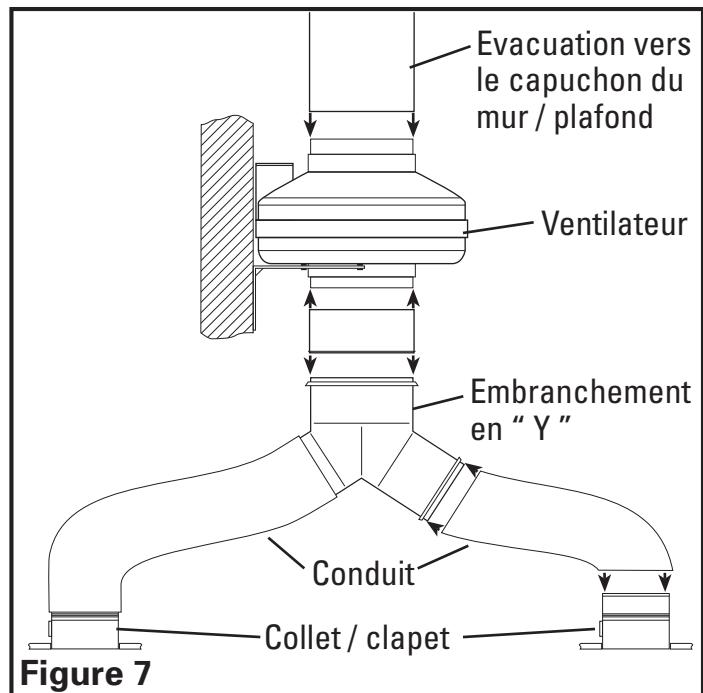

Figure 7
1. Raccordez une extrémité du conduit (non inclus) au collet / clapet au niveau de la pièce et l'autre extrémité à l'embranchement en "Y". Fixez les deux extrémités en place en utilisant du ruban ou un serre-joint afin de créer un joint aussi étanche que possible. Répétez cette étape pour le châssis de la grille de l'autre pièce (**Figure 7**).
2. Raccordez une extrémité du conduit à la partie supérieure de l'embranchement en "Y" et l'autre extrémité à la prise d'entrée du ventilateur (**Figure 7**).
3. Raccordez une extrémité du conduit à l'évacuation du ventilateur et l'autre extrémité à un capuchon de mur ou de plafond (**Figure 7**). Toujours canaliser le ventilateur vers l'extérieur par le biais d'un capuchon de mur ou de plafond.